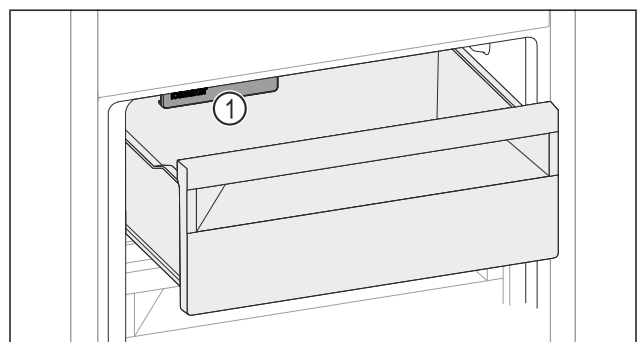

Fig. 46
- ▶ Tenere in considerazione l'IceMaker Fig. 46 (1).